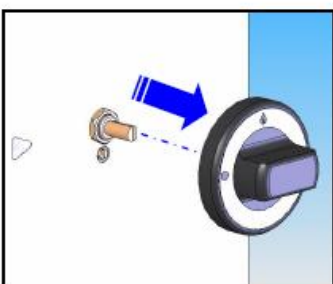

Figure 6
- Entfernen des Ein/Ausschaltknopfes vom Heizmechanismus (Bild 6.)